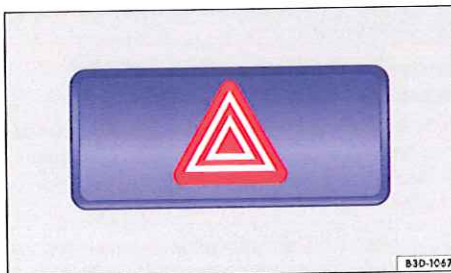

Fig. 252 Dans la partie supérieure de la console centrale : touche du signal de détresse
2. Activez le signal de détresse à l'aide de la touche  → fig. 252.